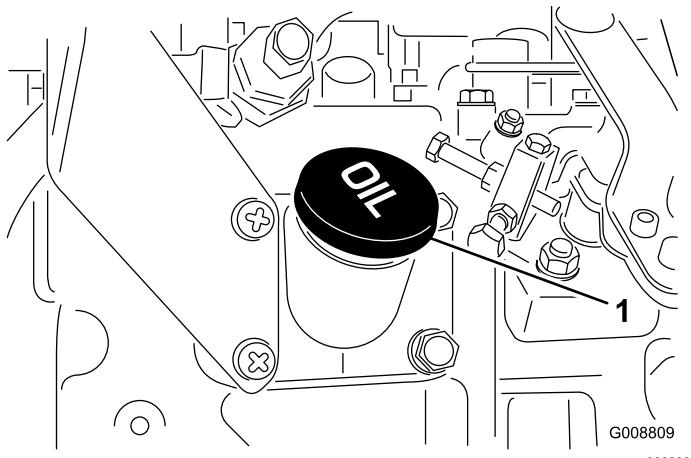

Figure 19
4. Si le niveau d'huile ne se situe pas dans la plage de sécurité, enlevez le bouchon de remplissage (Figure 19) et faites l'appoint jusqu'à ce que le niveau correct soit atteint. **Ne remplissez pas excessivement.**